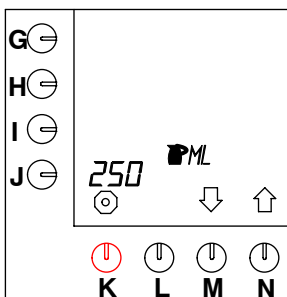

Fig. 26 Contenuto di un bricco
- Premere il tasto di selezione (N.)↑ fino a che sullo schermo viene visualizzato quanto illustrato nella fig. 26.